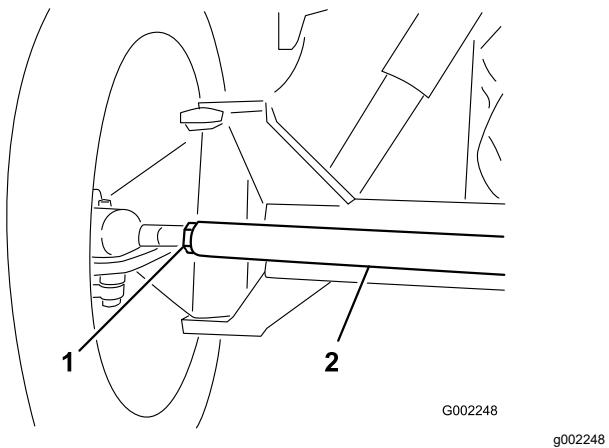

Figure 102
3. Si les mesures sont hors spécifications, desserrez les écrous de blocage aux deux extrémités de la biellette (Figure 102).